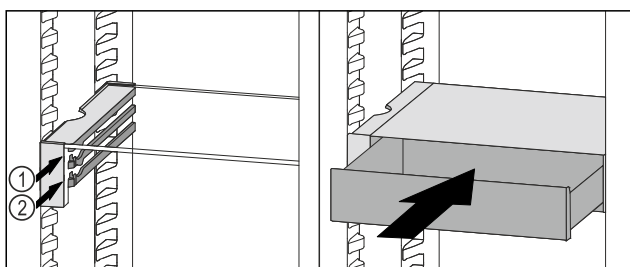

Fig. 124
- Predal VarioSafe namestite za zaustavljalnimi elementi na željeni nastavek Fig. 124 (1) ali Fig. 124 (2).